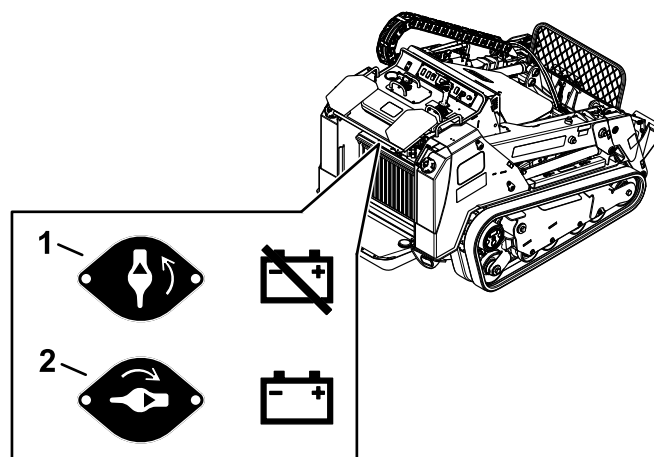

Figura 62
- Para suministrar energía eléctrica a la máquina, gire el interruptor de Desconexión de la batería en sentido horario a la posición de ENCENDIDO (Figura 62).
- Para interrumpir el suministro de energía eléctrica de la máquina, gire el interruptor de Desconexión de la batería en sentido antihorario a la posición de APAGADO (Figura 62).